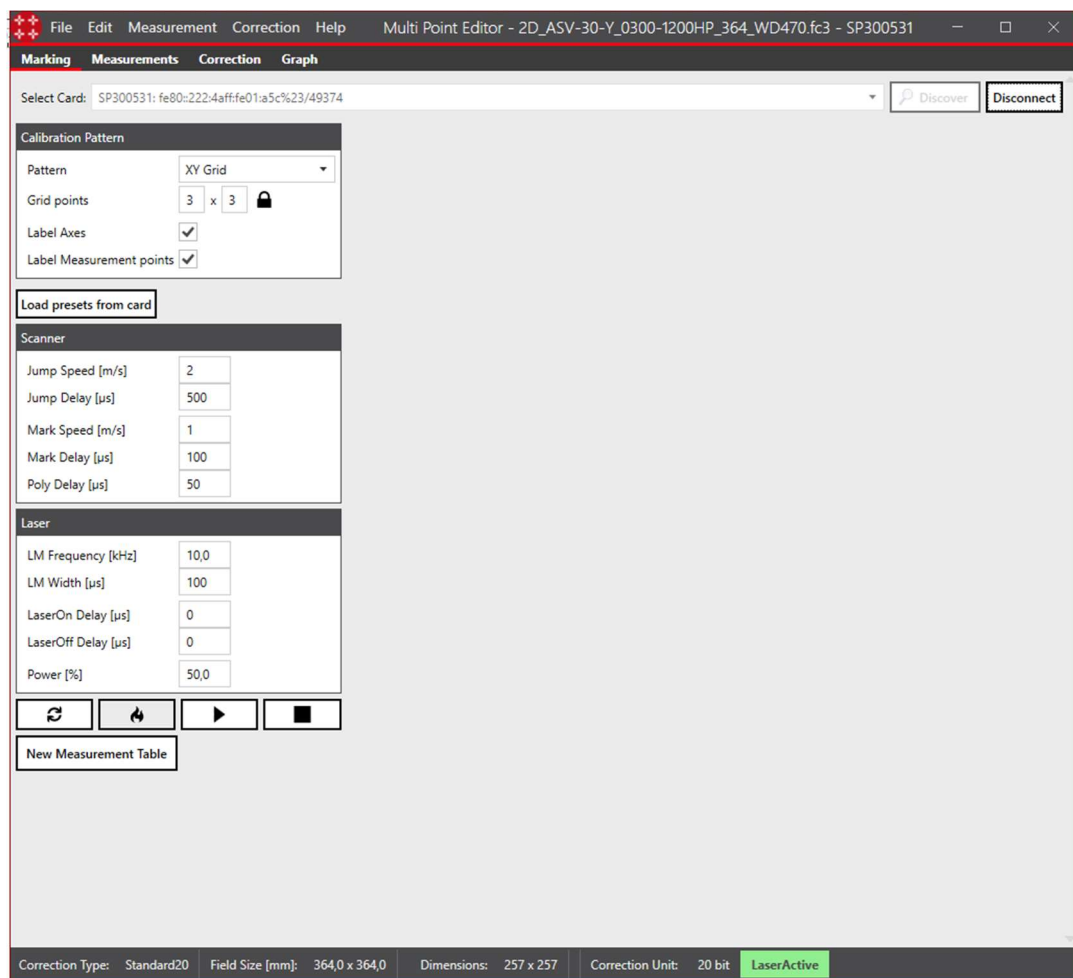

Figura 55 – Calibração XY com *MultiPoint Editor*
*Speed*” e *Power*” que também foram usados na calibração da lente Z. Para proceder à marcação basta armar o laser e proceder à marcação. (Figura 55)